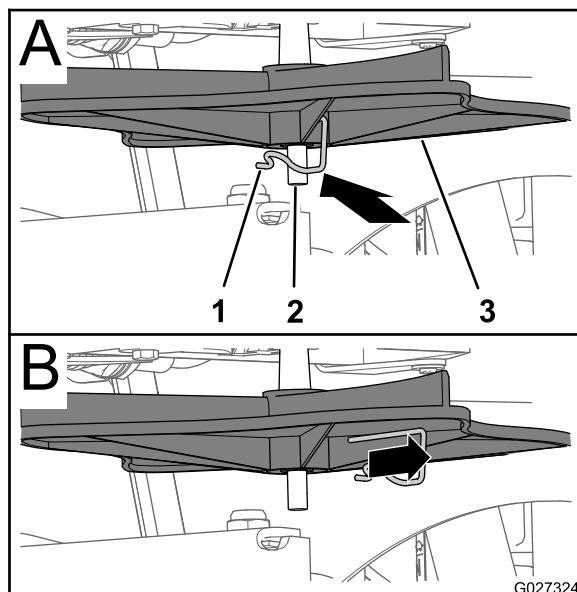
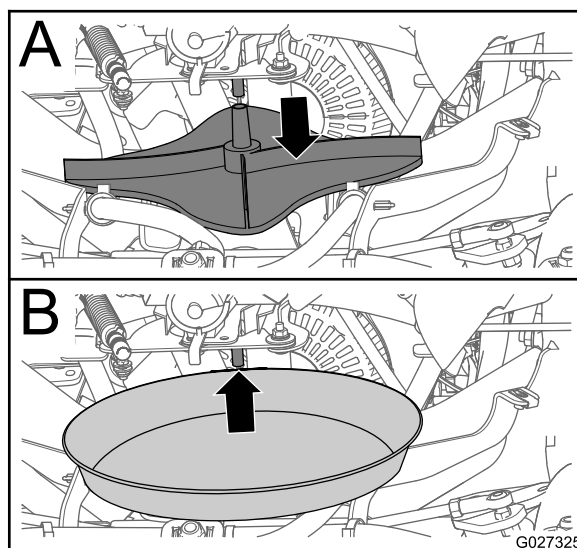

Figure 30
Figure 31
4. Retirez la goupille d'entraînement qui fixe la turbine à l'arbre du moteur de turbine et déposez la turbine de l'arbre (Figure 30 et Figure 31).
5. Placez un bac de faible profondeur sous l'arbre du moteur de turbine (Figure 31).